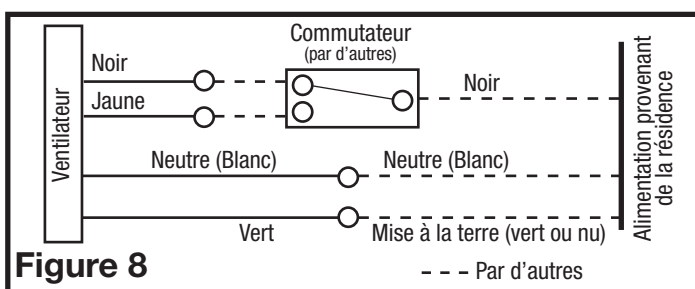

Figure 8
3. Connectez le fil blanc de la maison au fil blanc du ventilateur. Connectez le fil de terre de la maison au fil vert du boîtier du ventilateur (Figure 8). Utiliser des méthodes approuvées pour toutes les connexions.